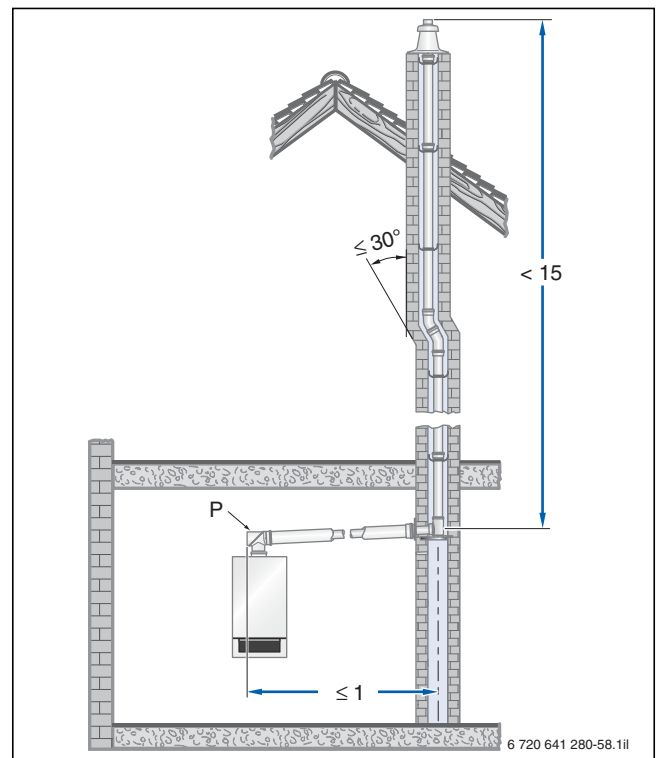
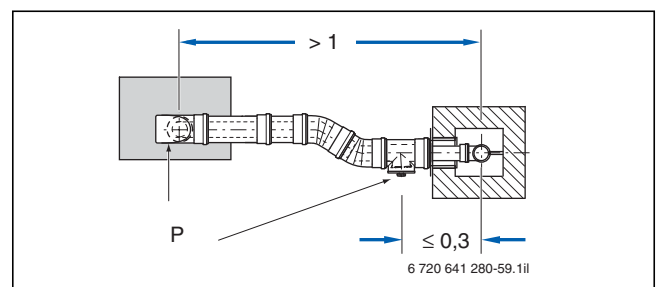

Bild 93 Beispiel zur Anordnung der Prüföffnung (P) bei einer waagerechten Abgasleitung ohne Umlenkung im Aufstellraum (Maße in m)
Bild 94 Beispiel zur Anordnung der Prüföffnungen (P) bei einer waagerechten Abgasleitung mit Umlenkung im Aufstellraum – Draufsicht (Maße in m)
Gemäß DIN 18160-1 und DIN 18160-5 müssen Abgasanlagen für raumluftunabhängigen Betrieb leicht und sicher zu überprüfen und ggf. zu reinigen sein. Hierzu sind Prüföffnungen einzuplanen (→ Bild 93 und Bild 94).
- Beim Anschluss des Logamax plus GB182i (K) an eine Abgasleitung ist eine untere Prüföffnung anzuordnen
- An der Stirnseite im geraden, waagerechten Abschnitt der Abgasleitung höchstens 1 m von der Umlenkung in den senkrechten Abschnitt entfernt, sofern sich dazwischen keine Umlenkung befindet (→ Bild 93) **oder**
- Seitlich im waagerechten Abschnitt der Abgasleitung höchstens 30 cm von der Umlenkung in den senkrechten Abschnitt entfernt (→ Bild 94).
- Die untere Prüföffnung nach DIN 18160-1 und 18160-5 ausgeführt ist (→ Bild 93 und Bild 94).